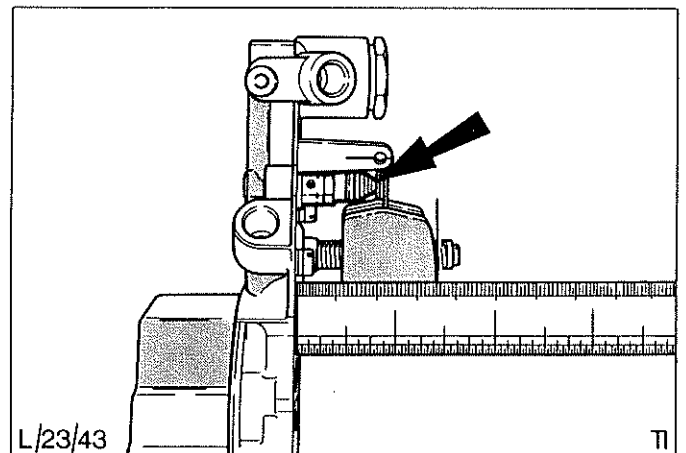

Abb.32 Schwimmereinstellung: Einstellzunge (Pfeil) zur Korrektur verbiegen
15. Schwimmereinstellung prüfen und ggf. berichtigen. Vergaserdeckel senkrecht halten, damit das Schwimmernadelventil geschlossen ist. Abstand von Vergaserdeckelflansch bis Schwimmerboden messen, Abb.32.
Abstand durch Verbiegen der in Abb.32 gezeigten Einstellzunge korrigieren.